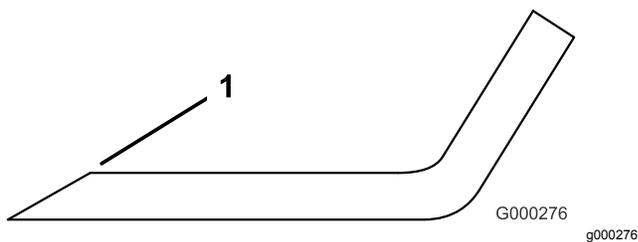

図 140
4. 刃先が鈍くなっていたり欠けていたりした場合には研磨する図 140。